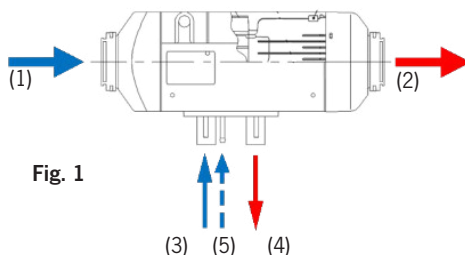
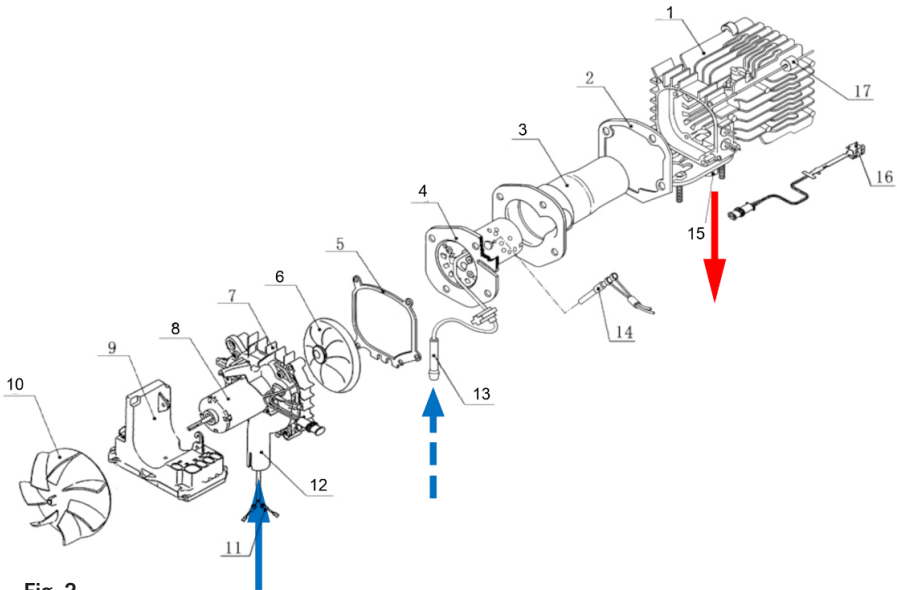
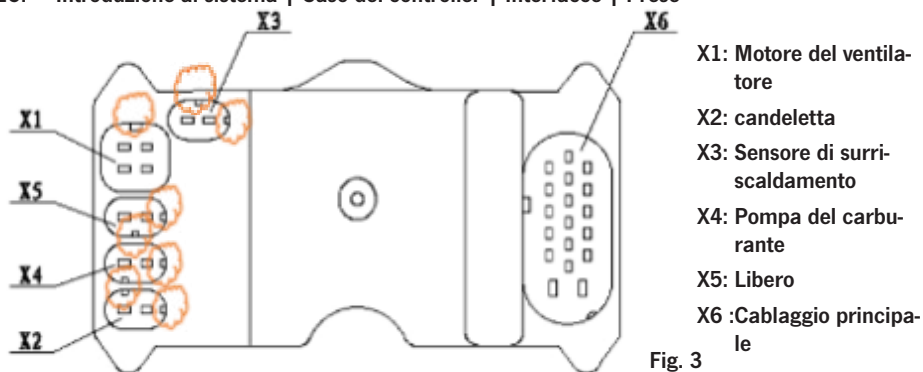

Fig. 1
Fig. 2
Fig. 3
Questo forno consiste in un bruciatore [Pagina 12 Fig. 2 (4)] e una camera di combustione [Pagina 12 Fig. 2 (3)] che sono situati all'interno di uno scambiatore di calore [Pagina 12 Fig. 2 (1)]
L'aria fredda viene aspirata in questo passaggio dalla girante [Fig. 1 (1)] [Page 12 Fig. 2 (10)]. Dopo aver passato lo scambiatore di calore, l'aria calda viene soffiata fuori [Fig. 1 (2)].
Per il processo di combustione il riscaldatore deve essere alimentato con combustibile e aria fresca. Il combustibile entra nel bruciatore attraverso l'ingresso del tubo del combustibile [Fig. 1 (5)] [Pag. 12 Fig. 2 (13)] e viene acceso dalla candelella [Pag. 12 Fig. 2 (14)] dopo la sua polverizzazione. La fiamma entra nell'intercapedine tra le pareti del bruciatore [Pag. 12 Fig. 2 (4)] e la camera di combustione [Pag. 12 Fig. 2 (3)] nella parte posteriore del bruciatore.
L'alimentazione dell'aria di combustione avviene tramite la presa d'aria [Fig. 1 (3)] [Pag. 12 Fig. 2 (12)]. Il ventilatore interno dell'aria di alimentazione [Pag. 12 Fig. 2 (6/8)] spinge l'aria nel bruciatore. Dopo la combustione della miscela di aria e combustibile vaporizzato, i gas di scarico vengono scaricati attraverso il tubo di scarico [Fig. 1 (4)] [Pag. 12 Fig. 2 (15)].
Il controllore [Page 12Fig. 2 (9)] è situato nella parte anteriore del riscaldatore dietro la ventola dell'aria di riscaldamento. I suoi compiti principali consistono nel raccogliere tutti i dati del riscaldatore (per es. sensori di temperatura, circuito di azionamento, frequenza, velocità di rotazione, tensione e altro). Sulla base di questi dati, il controllore automatizza il processo di riscaldamento, la sorveglianza del sistema e la gestione dei malfunzionamenti del sistema.
Il sensore di surriscaldamento [Pagina 13 Fig. 3 (X3)] è installato sulla parete esterna posteriore dello scambiatore di calore [Pagina 12 Fig. 2 (16)]. Se la temperatura dell'alluminio diventa più alta di un limite superiore definito, il circuito della pompa del carburante viene interrotto dal regolatore e la fornitura di carburante viene fermata immediatamente. Poi, ai fini della protezione dal surriscaldamento, il riscaldatore viene spento.